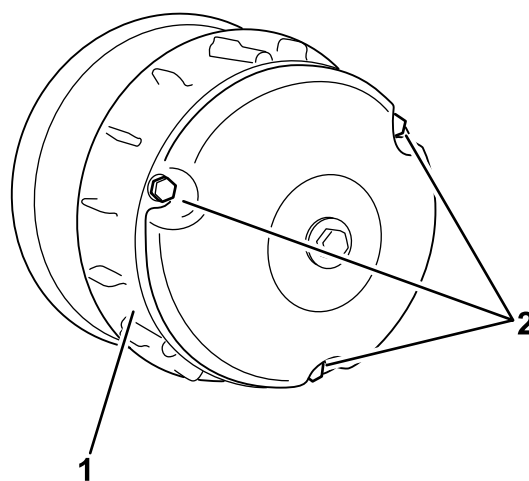

Figure 60
- Posez le couvercle d'embrayage et fixez-le avec les 3 boulons (Figure 60) que vous avez retirés à l'opération 2.
- Retirez les 3 boulons qui fixent le couvercle de l'embrayage et déposez le couvercle (Figure 60).